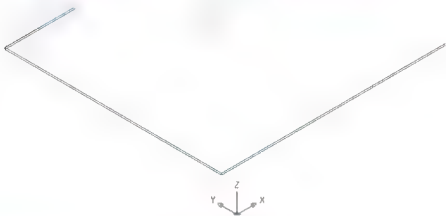

图 6.35 拉伸屋面板
② 在**指定拉伸高度或 [路径(P)]:**提示下,输入“100”,指定将面域向上拉伸 100mm。
③ 在**指定拉伸的倾斜角度<0>:**提示下,输入“0”,结果如图 6.35 所示。